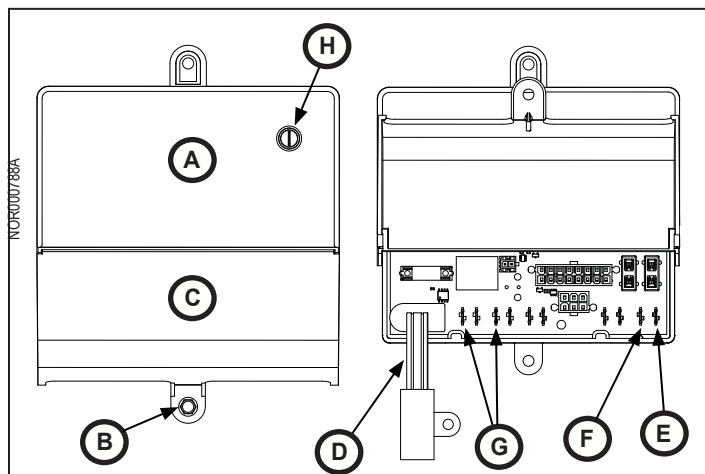

Fig. 2: Conjunto del tablero de control principal
- Desconecte el cable de alimentación de +12 V CC del vehículo de recreo del terminal de 12 V CC (Fig. 2, E) del conjunto del tablero de control principal.
- Desconecte el cable de tierra de 12 V CC del terminal de tierra (Fig. 2, F) del conjunto del tablero de control principal.
8. Con cuidado, desconecte el cable del electrodo de chispas (Fig. 2, H) del conjunto de tablero de control principal.
9. Desconecte los cables del calefactor de CA de los terminales AC\_HT\_LO y AC\_HT\_HI (Fig. 2, G) del conjunto de tablero de control principal.
5. Saque el tornillo de la cubierta (1x) (Fig. 2, B) del conjunto del tablero de control principal (Fig. 2, A) y voltee la cubierta (Fig. 2, C). Ponga el tornillo aparte.
6. Desenchufe el cable de alimentación de 120 V CA (Fig. 2, D) del conjunto del tablero de control principal.